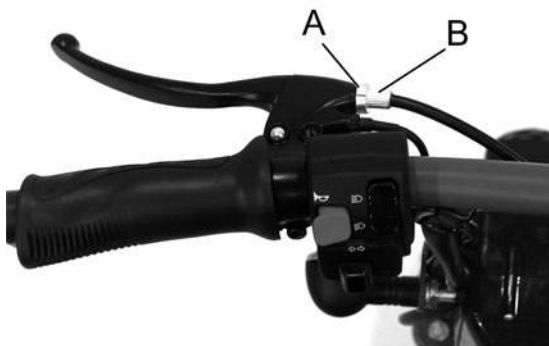

Fig. 55
5.2.1 Regolazione alle leve (Fig. 55)
- Sbloccare il controdado (A)
- Per aumentare l'efficacia del freno, svitare la vite (B)
- Serrare di nuovo il dado (A) tenendo ferma la vite (B)
5.2.1 Adjustment at the brake levers (Fig. 55)
- Unlock the lock nut (A);
- To increase brake efficiency, unscrew the screw (B)
- Lock the lock nut (A) making sure that the screw (B) does not turn with it.